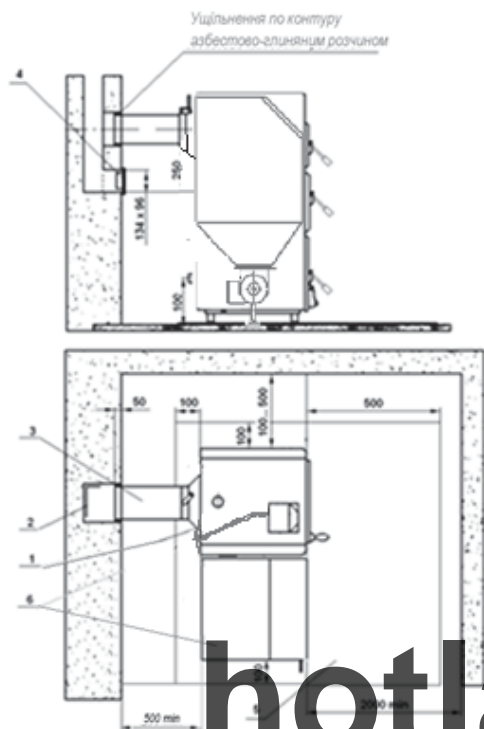

Рис. 2 Рекомендована схема установки аппарата і приєднання до димової труби.
- рекомендовані розміри установки апарата згідно рис. 2.
2.2.2.1.5 Перед встановленням апарата на підлогу положити металевий лист згідно рис. 2.